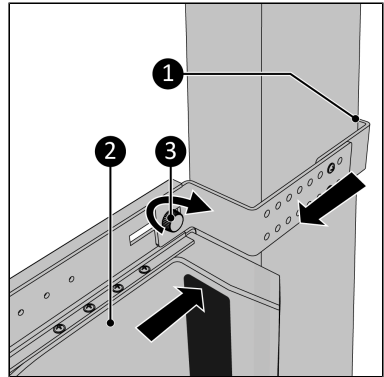

Abbildung 124.
9. Drücken Sie den Way-out fest gegen den Fensterrahmen (Abbildung 124, Pos. 2).
10. Ziehen Sie die Halterung so weit wie möglich zu sich heran (Abbildung 124, Pos. 1) sodass diese richtig klemmt.
11. Ziehen Sie die Schraubkappe (Abbildung 124, Pos. 3) fest.